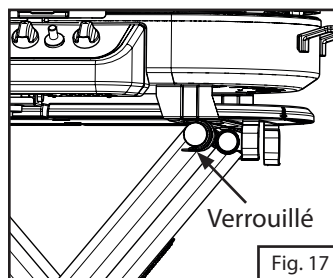

Fig. 17
2. Verrouiller le dessus du gril sur les Pattes de fixation du pied, comme montré. (Fig. 17)